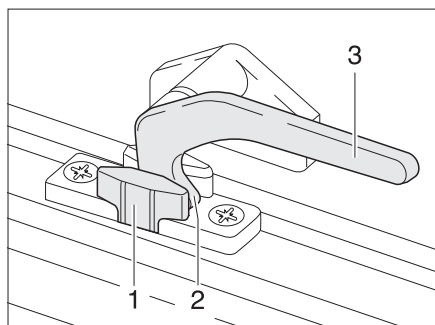

Fig. 34 Levier de verrouillage en position "Aération permanente"
- En position "Aération permanente" (Fig. 34)
- Tourner le levier de verrouillage (Fig. 34,3) d'un quart de tour vers le centre de la fenêtre.
- Remettre le levier de verrouillage en position initiale. Le tenon de verrouillage (Fig. 34,2) doit pénétrer alors dans le logement prévu à cet effet dans le verrouillage de fenêtre (Fig. 34,1).